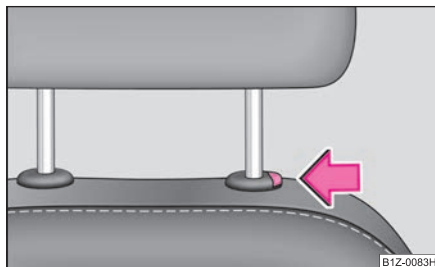

Fig. 63 Scoaterea tetierei
- Dacă doriți să deplasați în jos tetiera scaunului din față, trebuie să apăsați tasta de siguranță ⇒ fig. 63.
- Apăsați tasta de siguranță în sensul săgeții ⇒ fig. 63 și scoateți tetiera.